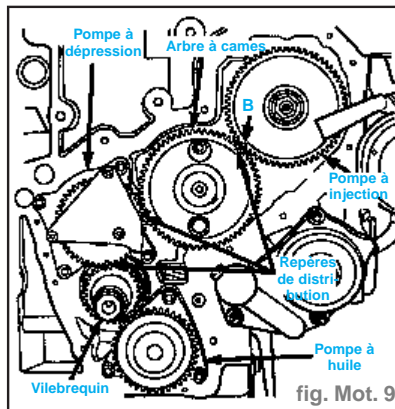

fig. Mot. 9
- Un réglage correct des organes du moteur exige l'alignement des repères comme illustré (Fig. Mot. 9).
- Déposer la pompe à huile (3 vis) (fig. Mot. 9).